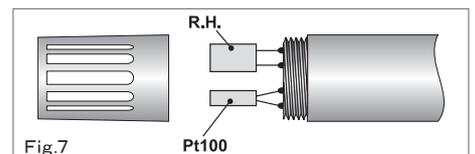
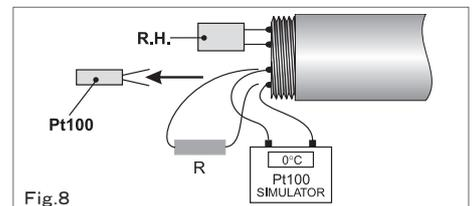

Fig.7
Fig.8
3. Pt100センサ(小さい方のセンサ)のはんだ付けを外し、そこに引出し線、シミュレータの出力線または固定抵抗をはんだ付けします。Fig.7およびFig.8参照。接続部が冷えるまで数秒待ちます。